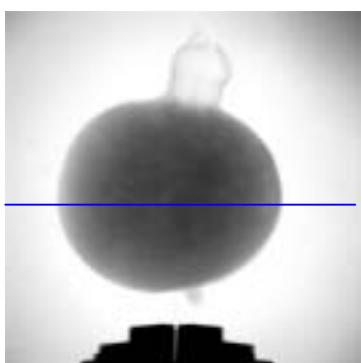
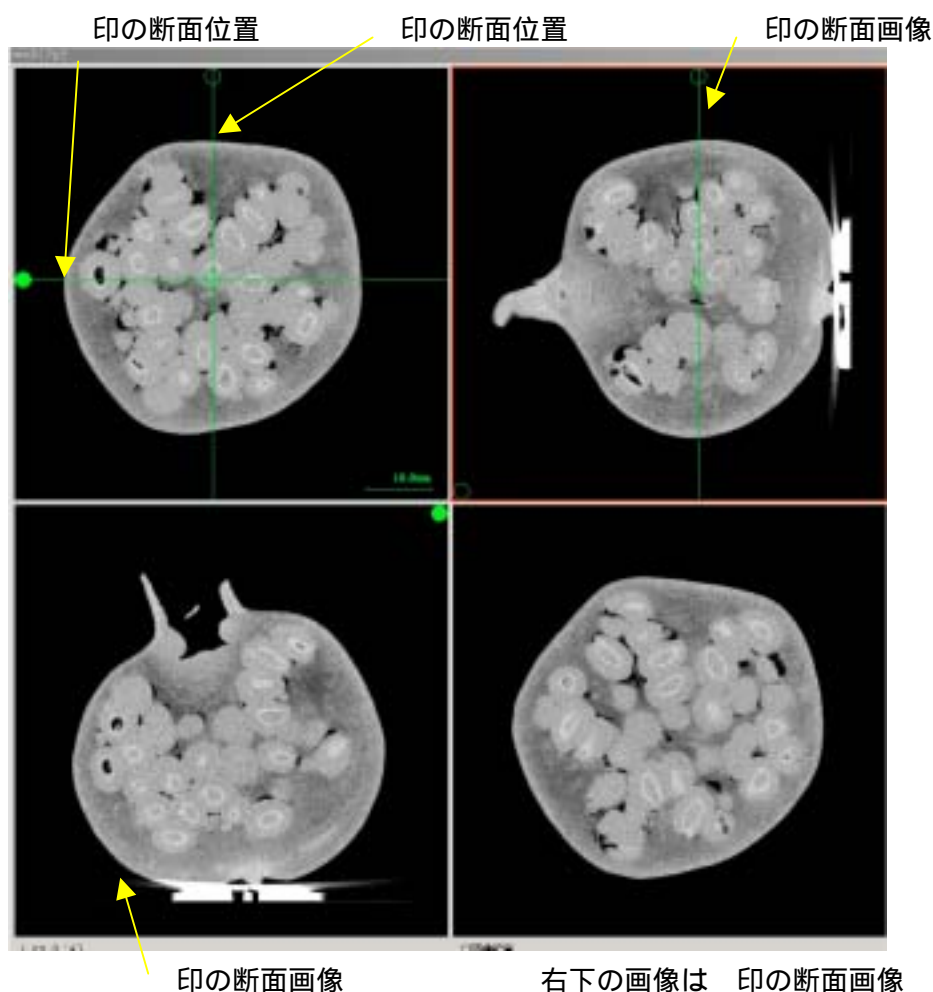

図3 透視画像
図5 ざくろのMPR (サンプルの任意断面を表示させるモード) 画像
横線は図5左上の画像に相当する断面位置です。
- * 図3：透視画像です、透視していますが内部の様子はよくわかりません。
- * 図5左上：図2及び図3で見えるざくろを水平方向に半分に切った時の断面に相当する画像です。
- * 図5左下：左上の画像を 印線の位置でざくろを上下切った断面の画像です。
- * 図5右上：左下の画像を 印線の位置で上下に切った断面で図3と同じ構図です。
- * 図5右下：右上の画像の 印線の位置で切った断面面を見たもので左上の図とは少し深さの違う断面を見たものとなります。